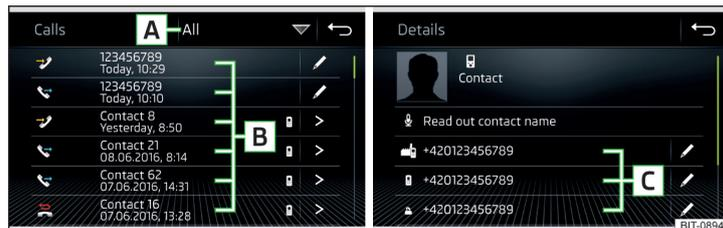

Fig. 144 Lista de llamadas / detalle del contacto
- ▶ En el menú principal *Teléfono* pulse la superficie funcional , se muestra una lista de llamadas » fig. 144.
- > Visualización del detalle del contacto » fig. 144